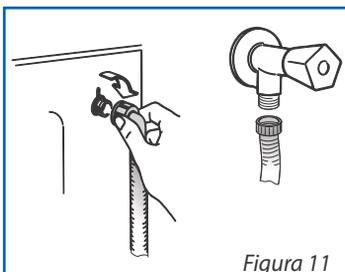

Figura 11
- Conecte la extremidad curvada de la manguera de entrada de agua a la toma situada en la parte trasera del lavarropas y el otro extremo a un grifo de rosca 3/4". *Ver figura 11*